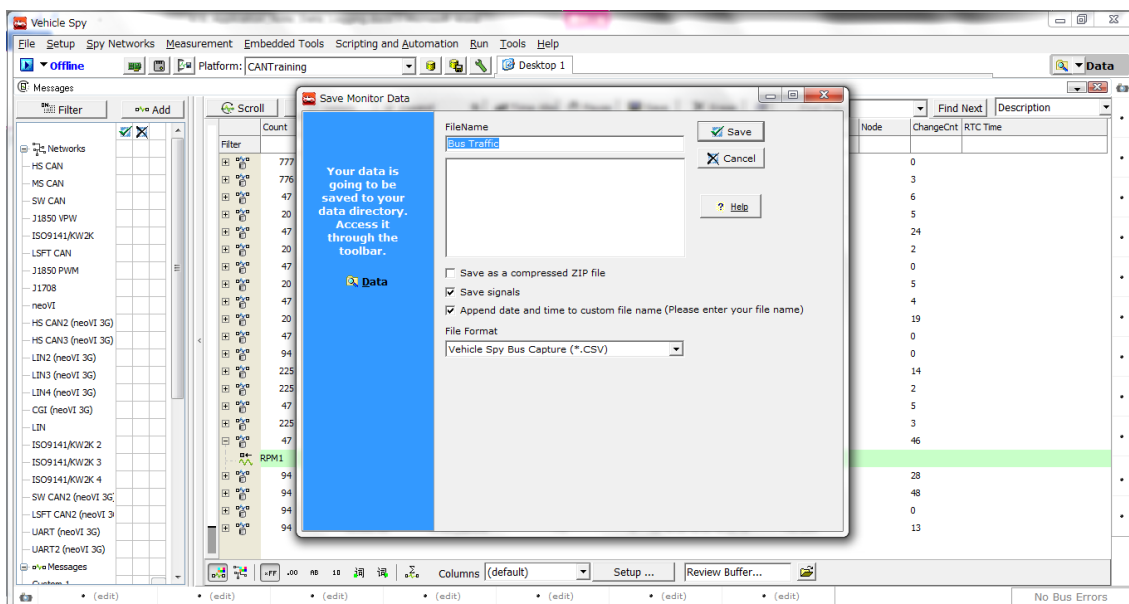

図 2 Save ボタン押下後に現れる画面
- 4) 現れた画面(図 2)でファイル名等を設定し、Save をクリック